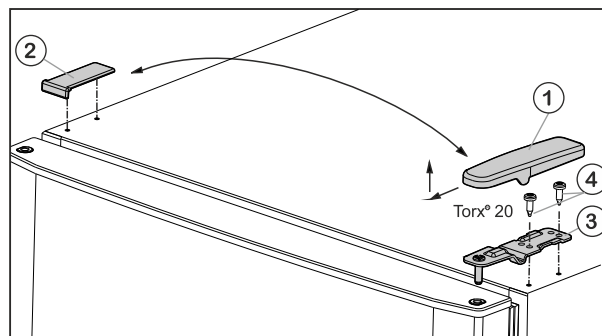
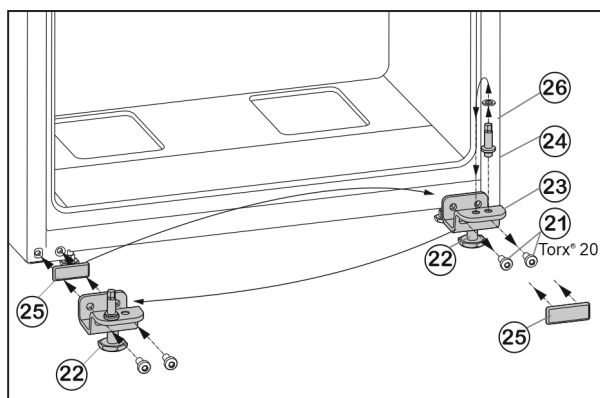

Fig. 5
Fig. 7
- ▶ Estrarre la copertura Fig. 5 (1) tirandola in avanti e verso l'alto.
- ▶ Staccare la copertura Fig. 5 (2).
- ▶ Svitare il blocco di supporto superiore Fig. 5 (3) (2 x Torx® 20) Fig. 5 (4) ed estrarre tirando verso l'alto.
- Svitare le viti di fissaggio Fig. 7 (21).
- Rimuovere completamente il cuscinetto di supporto inferiore Fig. 7 (23) con il perno del cuscinetto Fig. 7 (24), la rondella Fig. 7 (26) e il piede di regolazione Fig. 7 (22).
- Allentare completamente il perno del cuscinetto Fig. 7 (24) con la rondella Fig. 7 (26) nel foro di supporto situato nel lato opposto del cuscinetto di supporto e riavvitare saldamente.
- Estrarre con cautela la piastra di copertura Fig. 7 (25) e riapplicarla sul lato opposto.
- Riavvitare **saldamente (con 4 Nm)** tutto il cuscinetto di supporto inferiore Fig. 7 (23) con il perno del cuscinetto Fig. 7 (24), la rondella Fig. 7 (26) e il piede di regolazione Fig. 7 (22) sul nuovo lato della cerniera, eventualmente con l'ausilio di un avvitatore a batteria.
- Appoggiare la porta inferiore dall'alto sul perno cuscinetto Fig. 7 (24).
- Inserire il cuscinetto di supporto centrale (13) ruotato di 180° nella porta inferiore e avvitare usando le viti di fissaggio (11) (2 viti Torx® 20) sul nuovo lato della cerniera (**applicando 4 Nm**).
- Applicare nuovamente la rondella in plastica (10).
- Posizionare la porta superiore sul cuscinetto di supporto centrale (13).
- Inserire il blocco di supporto superiore Fig. 5 (3) sul nuovo lato della cerniera nella porta.
- Avvitare il cuscinetto di supporto superiore **saldamente (con 4 Nm)** (2 giri con chiave Torx® 20) Fig. 5 (4). Eventualmente utilizzare un avvitatore a batteria.
- Applicare il coperchio Fig. 5 (1) sul lato opposto dall'esterno e bloccarlo.
- Applicare il coperchio Fig. 5 (2) sul lato opposto dall'alto e bloccarlo.
- Svitare il piedino regolabile Fig. 7 (22) sul cuscinetto di supporto inferiore Fig. 7 (23), fino a farlo appoggiare sul pavimento.